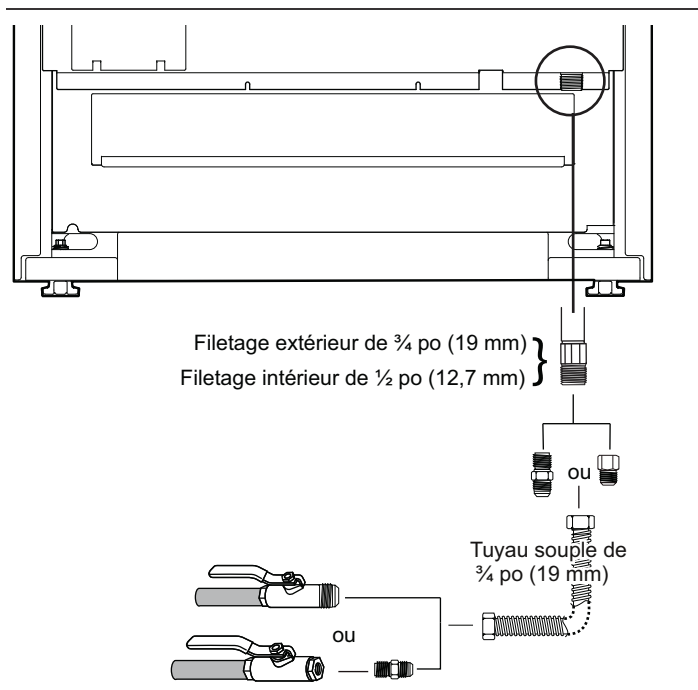

Figure 8 : Raccordement à l'approvisionnement de gaz
- Utilisez un raccord à gaz souple de 3/4 po. entre l'alimentation en gaz et le tuyau d'arrivée de gaz de l'appareil. Le tuyau d'arrivée de gaz de toutes les cuisinières est situé en bas à droite (voir Figure 8). Le tuyau d'arrivée de gaz de l'appareil est de type NPT 1/2 po.